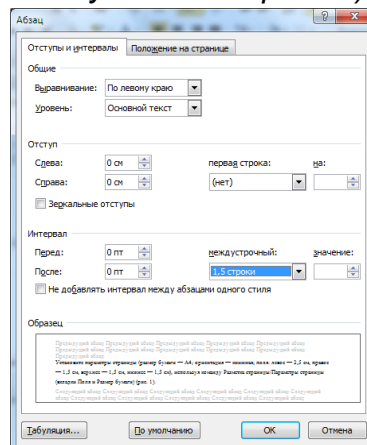

Рис. 2. Установка параметров абзаца
4. Установите межстрочный интервал — полуторный, выравнивание — по центру, используя команду *Главная/Абзац* (вкладка *Отступы и интервалы*) (рис. 2).